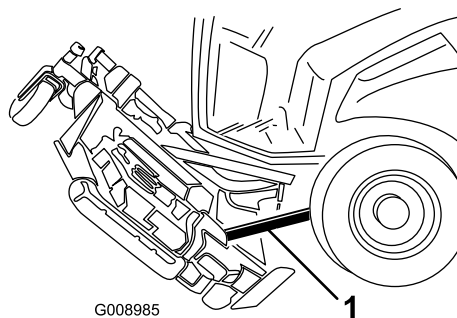

Bild 92
6. Schieben Sie ein Holz zwischen die Rückseite des Mähwerks und die Maschine (Bild 92).